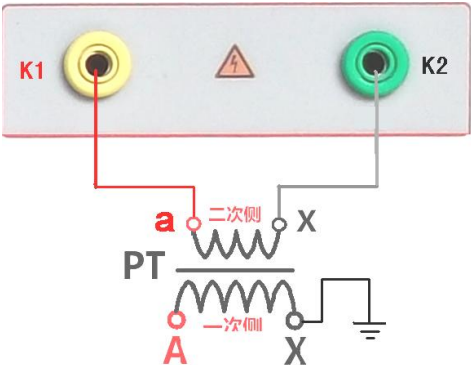

图 19：PT 励磁特性接线图
接线图见（图 19），测试仪的 K1、K2 为电压输出端，试验时将 K1、K2 分别接互感器的 K1、K2，电压互感器的一次绕组的零位端接地。接线无误后，按 “开始” 键后，即开始测试。
9.2.2 试验方法：参照图 19 接线，测试仪的为电压输出端，试验时将 K1、K2 分别接互感器的 K1、K2，电压互感器的一次绕组的零位端接地。检查接线无误后，合上功率开关，选项“开始”选项后，即开始退磁。